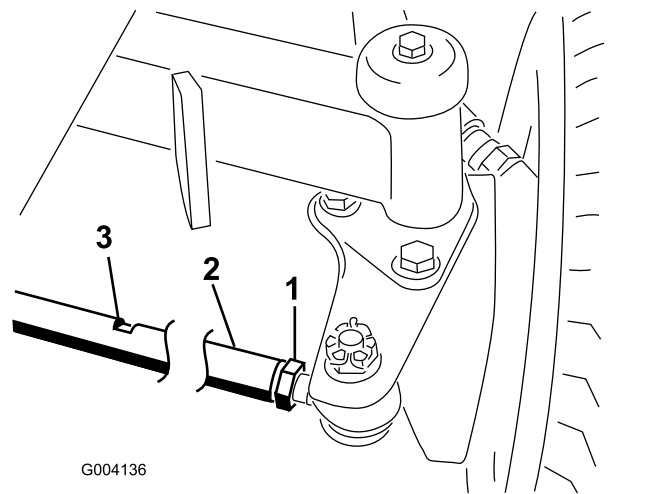

Рисунок 81
2. Ослабьте контргайку с каждой стороны стяжной тяги (Рисунок 81).